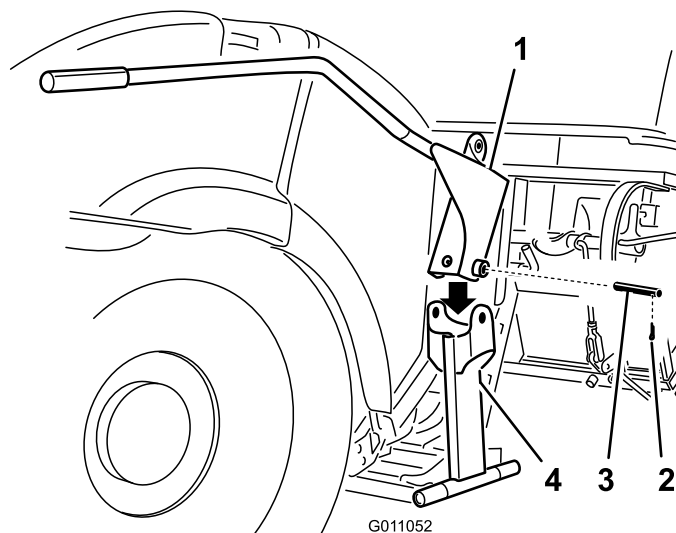

Figure 10
1. Placez la poignée sur son support (Figure 10).
2. Fixez la poignée avec une goupille et une goupille cylindrique (Figure 10).